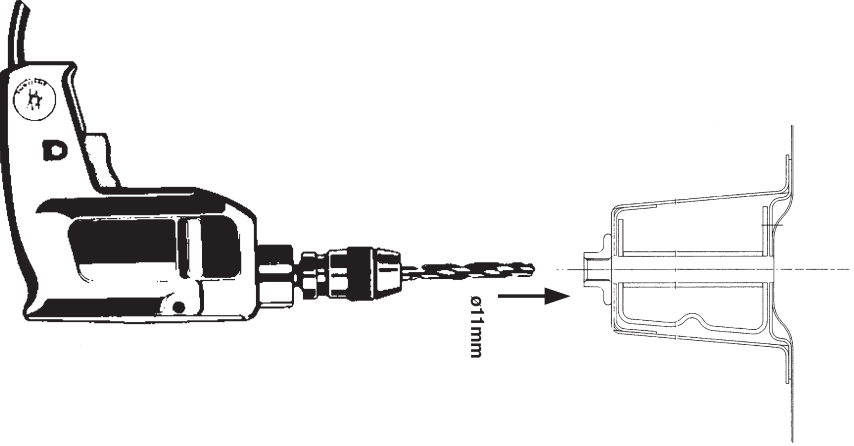

Fig.1
4. Boor de vrijgekomen draadgaten A door met $\varnothing 11$ mm. (zie fig 1).
4. Wywiercić odśr. otwory przewodowe A do $\varnothing 11$ mm (Patz rysunek 1).
4. Drill the freed threaded holes A to a diameter of $\varnothing 11$ mm. (fig. 1)
4. Taladrar los orificios para hilos ahora accesibles A observando un diámetro de $\varnothing 11$ mm (fig. 1).